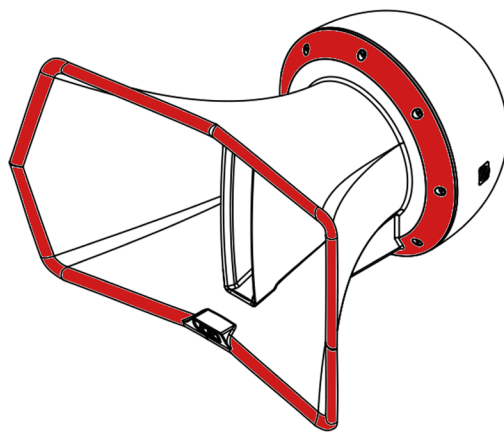

Figure 2.1: 安全搬运姿势
- 要从运输箱中取出，每个人应握住 Air Vantage 的两侧，一只手放在号角边缘，另一只手在后方支撑驱动单元的重量，如图 2.1 所示。